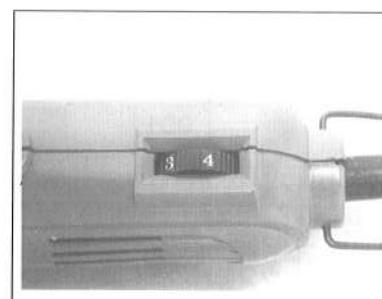

図3
- 円形のダイヤルに①～⑥の表示がついています。
①は低速で⑥は高速になっています。(図3参照)